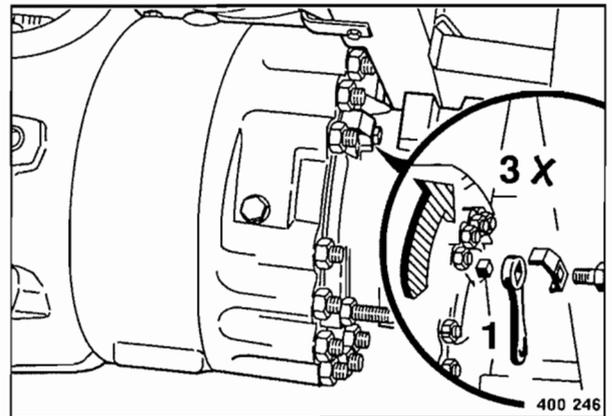

Fig. 113
- Para el ajuste de la distancia, hay que girar el cuadrado 1 (Fig. 113) tres vueltas hacia atrás en el sentido de las agujas del reloj.